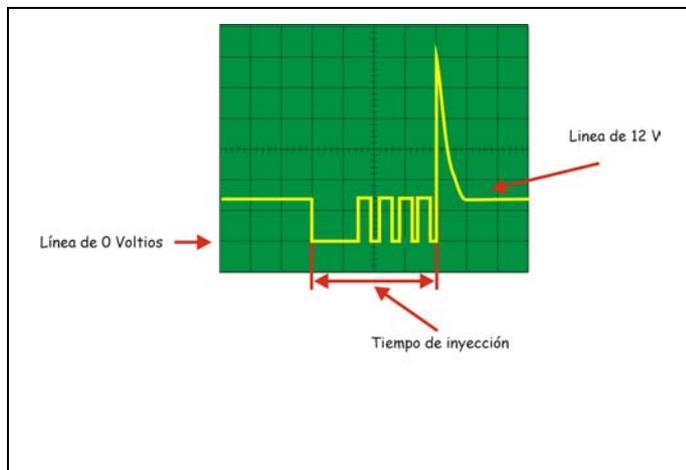

Fig 8: Modulación del impulso
- **Modulación del impulso:** (Fig. 8)